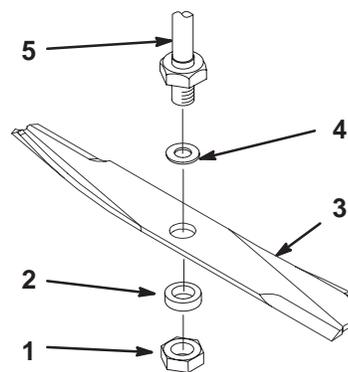

Figure 19
3. Enlevez l'écrou, la rondelle plate, la lame et la rondelle (Fig. 19). Pour enlever le boulon, bloquez éventuellement la lame en introduisant une cale en bois entre la lame et le carter de tondeuse.